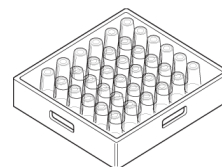

Abb. 35
- A 2- Die Tassen und Gläser müssen nach unten gerichtet sein. (Abb. 35)